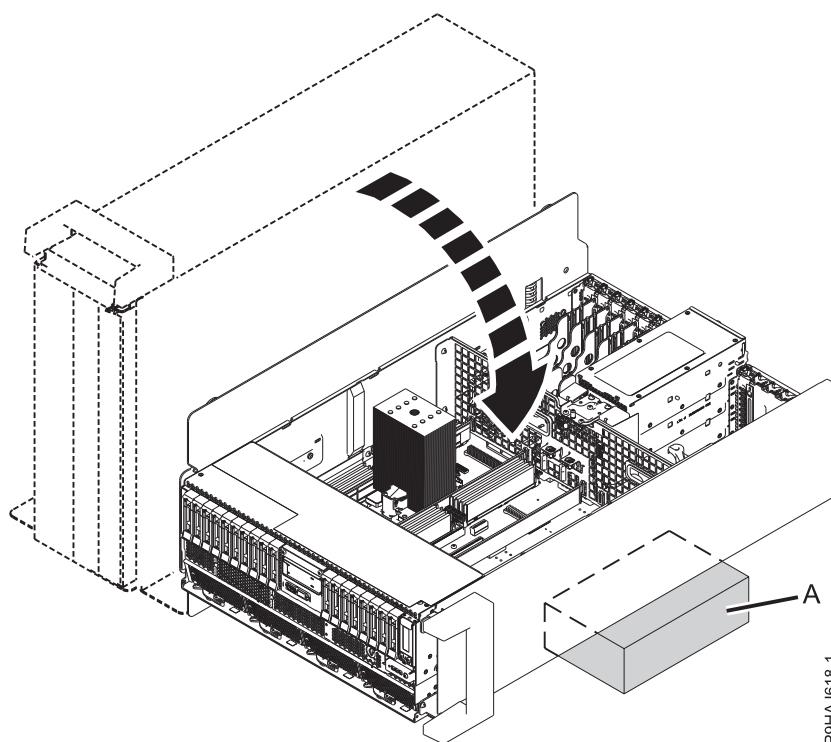

Figura 40. Inclinació del sistema autònom per posar-lo en posició horitzontal
- d. Inclineu amb compte el sistema autònom de la posició vertical per deixar-lo en posició horitzontal. Poseu el sistema de manera que la zona de servei oberta estigui cap amunt, i amb un mecanisme de 3 cm (1,5") (A) a l'extrem superior, tal com es mostra a la Figura 40. El mecanisme (A) s'utilitza per evitar que la nansa de plàstic es faci malbé.